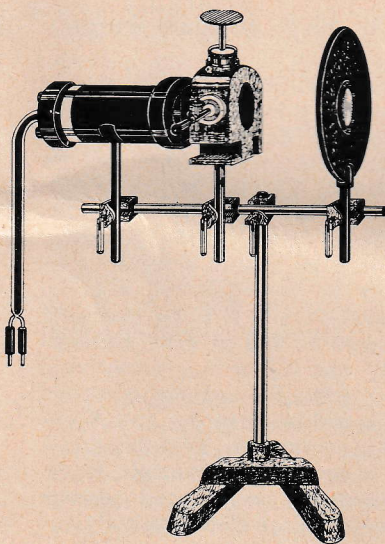

Fig. 7
c) Projektion mit optischen Einzelteilen (Fig. 7)
Das Wulf-Elektroskop wird mit Hilfe von 1 Stativfuß (300 02), 2 Stangen, 25 cm (300 41) und 4 Leybold-Muffen (301 01) nach Fig. 7 aufgebaut.
c) Projection by means of optical accessories (Fig. 7)
The Wulf electro-scope is assembled with the aid of 1 stand base (300 02), 2 rods, 25 cm long (300 41), and 4 Leybold bosses (301 01), as shown in Fig. 7.
c) Avec dispositif de projection (fig. 7) sur tiges-supports ou petit banc d'optique
L'électroscope est installé à l'aide de 1 pied en V (300 02), 2 tiges-supports de 25 cm (300 41) et 4 noix Leybold (301 01) (voir fig. 7).